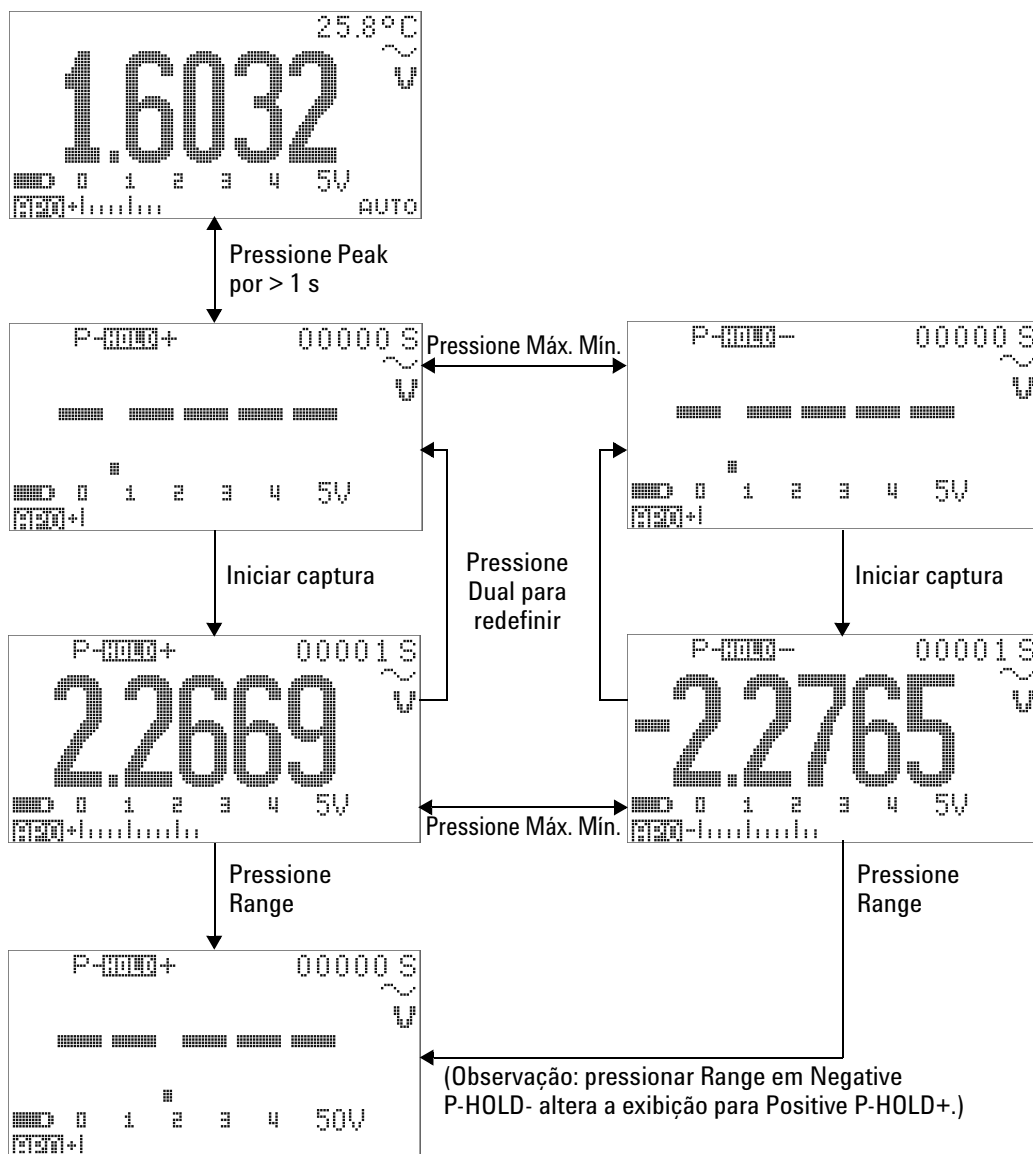

Figura 3-7 Operação do modo 1 ms Peak Hold
- 4 No exemplo de medição da Figura 3-7 na página 72, o fator de crista será de $2,2669/1,6032 = 1,414$.